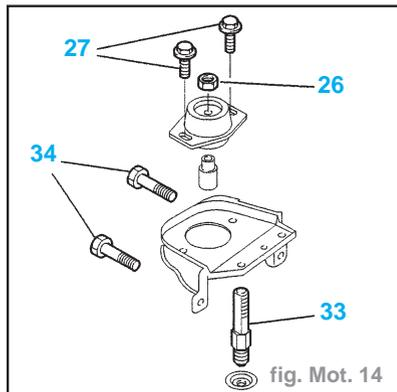

fig. Mot. 14
(26) fixation support boîte de vitesses sur cale élastique gauche (fig. Mot. 14).....	6,5
(33) l'axe.....	5